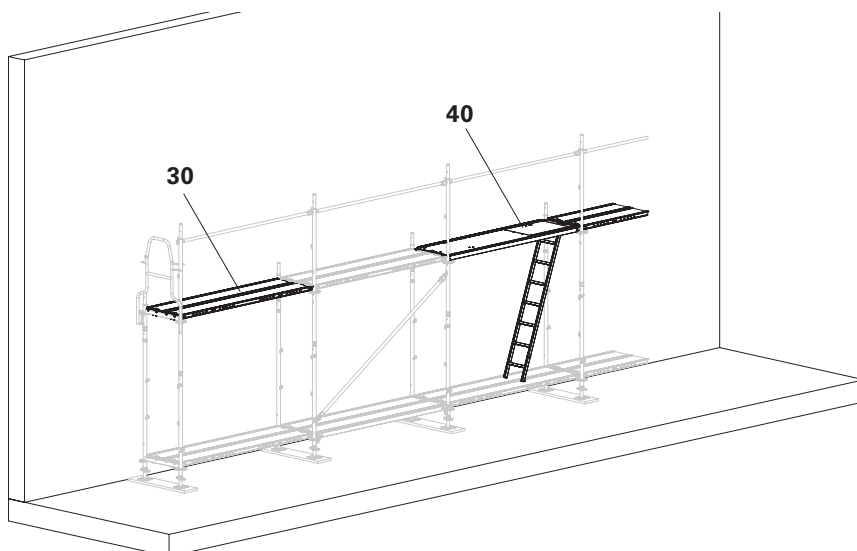

Bild B3.03
6. Montera stålplanen (30),
7. montera stegluckan EAW-L (40) se kapitlet A4 Systemkomponent plan "Invändig uppgång med steglucka EAW-L" (bild B3.03)